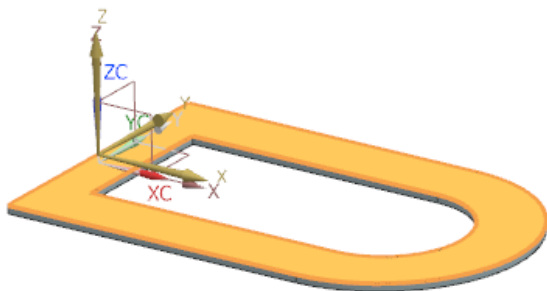

图 5-14 选择折弯轮廓草绘平面
(2) 在“折弯”对话框栏单击“绘制截面”按钮, 进入草图绘制界面, 选择如图 5-14 所示的草绘平面。